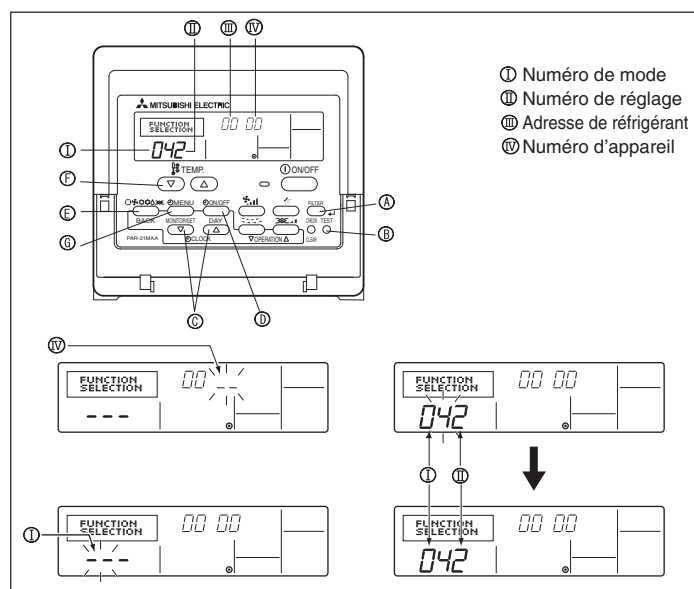

Fig. 6-9
1) Pour la télécommande filaire (Fig. 6-9)
- Passer au mode de réglage des fonctions. Eteindre la télécommande. Appuyer simultanément sur les touches FILTER (A) et TEST RUN (B) pendant au moins 2 secondes. **FUNCTION** commence à clignoter.
- Utiliser la touche (C) pour régler l'adresse du réfrigérant (3) sur 00.
- Appuyer sur (D); [-] se met à clignoter sur l'affichage du numéro d'appareil (4).
- Utiliser la touche (C) pour attribuer le numéro 00 à l'appareil (4).
- Appuyer sur la touche (E) (MODE) pour spécifier l'adresse du réfrigérant/numéro d'appareil; [-] clignote momentanément sur l'affichage du numéro de mode (1).
- Appuyer sur les touches (F) pour régler le numéro de mode (1) sur 04.
- Appuyer sur la touche (C), le numéro de programmation actuellement sélectionné (2) clignotera.